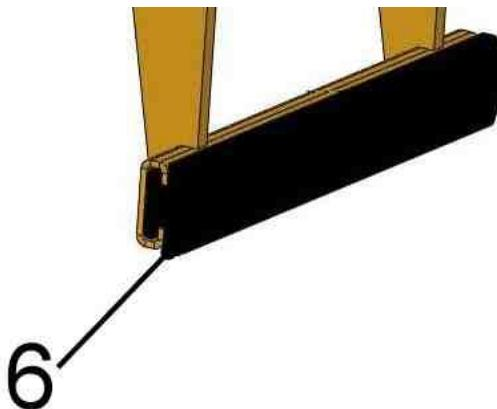
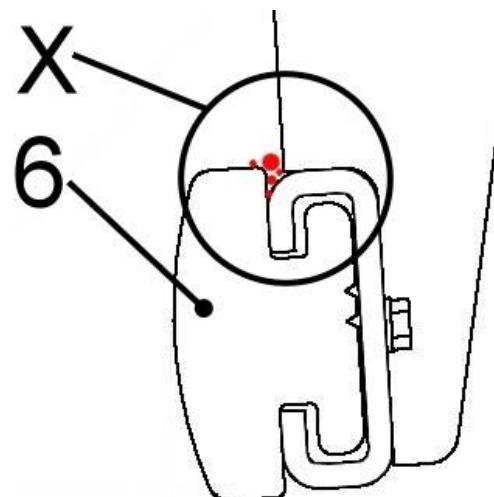

Fig. 1
Fig. 2
Contrôle régulier de l'absence de **salissures** (par exemple particules de pierre) dans la zone supérieure (voir le point zoomé « X » sur la fig. 2) des mâchoires de préhension en caoutchouc (6) → voir fig. 1 / fig. 2.
**Problème :** Les salissures peuvent endommager les mâchoires de préhension (6) lors d'un serrage dans cette zone (les particules de pierre peuvent s'incruster dans le caoutchouc).
**Conseil :** Retirer les salissures dans cette zone des mâchoires (6) ou, si les salissures sont importantes, démonter les mâchoires de préhension et les nettoyer.